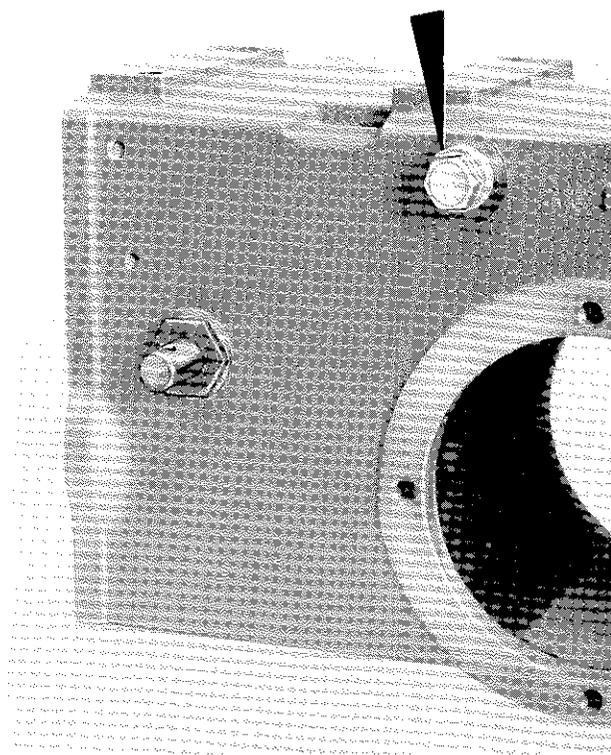

Fig. 18 - Tappo per modelli senza P.T.O. sincronizzata
- per i modelli senza la P.T.O. sincronizzata, avvitare nelle due sedi (una lato dx ed una lato sx) la vite cava 2 (applicare loctite 242) completa di rondella in alluminio 3 con momento di serraggio di 11 Kgm, quindi chiudere con tappo (applicare guarnizione Arexons BETTER) il rimanente foro indicato nella fig. 18;